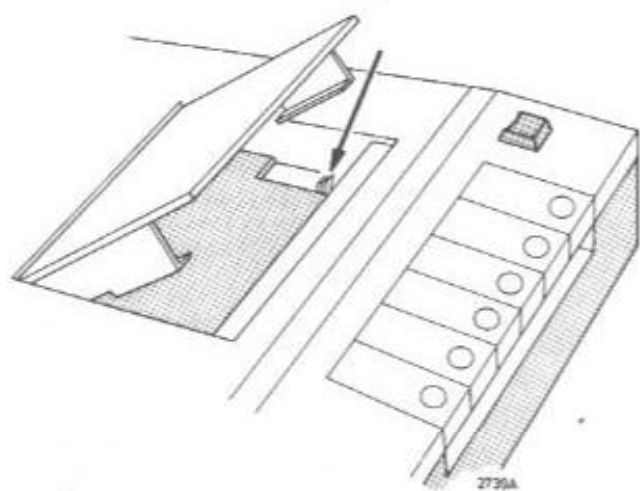

Fig. 13
- Wanneer het apparaat bij het in stand "pauze" schakelen spontaan uitschakelt, dan wordt vermoedelijk schakelaar SK6 niet kortgesloten. Instellen door de contactveren van SK6 te verbuigen. (Hiervoor behoeft het apparaat niet te worden uitgelast, zie fig.13).